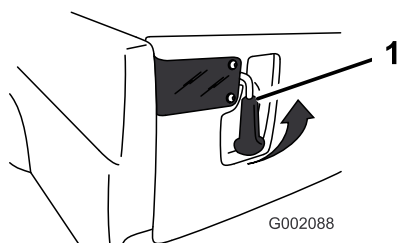

Figura 20
1. Per aprire i dispositivi di chiusura della sponda sollevate le relative impugnature (Figura 20). I dispositivi di chiusura scatteranno verso il centro della sponda. Abbassate lentamente la sponda.